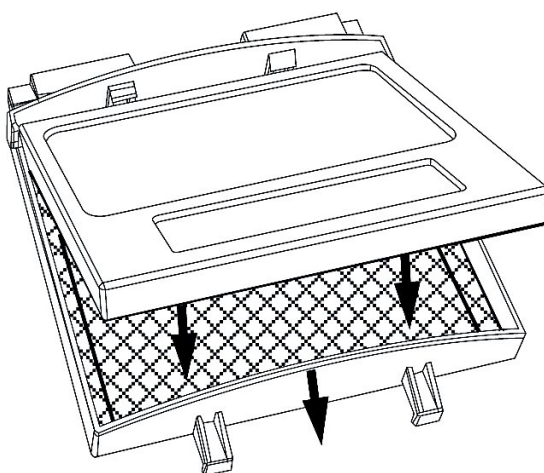

Fig. 26: Sustitución del filtro
2. Inserte el nuevo cartucho de filtro en el marco (Fig. 26). Asegúrese de que el cartucho de filtro esté correctamente colocado en el marco y vuelva a colocarlo en la carcasa del casco.